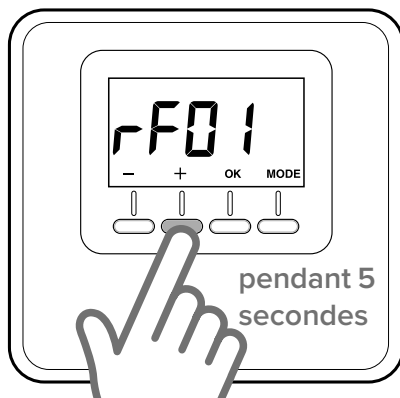

Fig. 7
- Appuyer sur la touche « + » pendant 5 secondes pour accéder aux paramètres techniques, l'écran affiche le paramètre « rF01 » (Fig. 7).